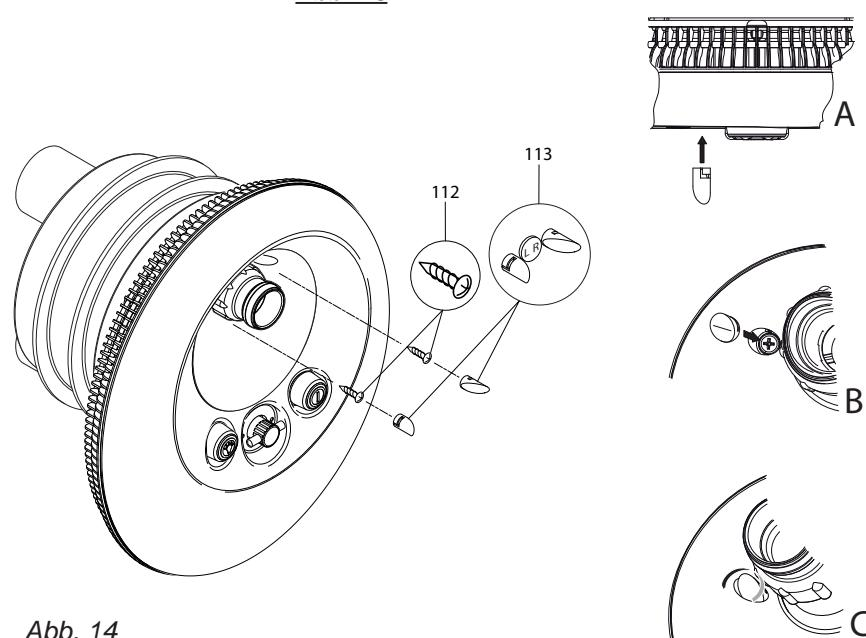

Abb. 14
- 11) Die Zierkappen (113) wie in Abb. 14 A-C in der Lichtabdeckung (110) befestigen. Richtige Zierkappen für links (L) und rechts (R) beachten.